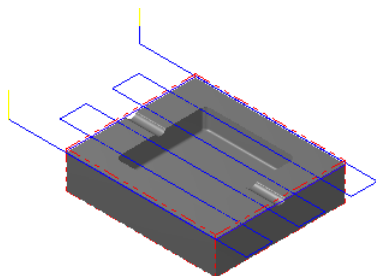

图 11.11 刀具路径
Step10. 单击“2D 刀具路径-平面铣削”对话框中的 按钮，完成加工参数的设置，此时系统将自动生成图 11.11 所示的刀具路径。